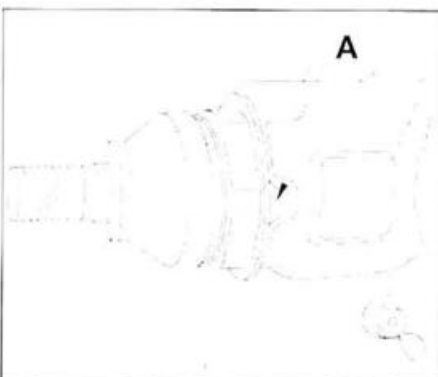

FIG. 17
- Montar la rótula de mangueta (2) y apretarla a $23 \pm 2,3$ daNm.
- Frenar la rótula en las muescas "A" de la mangueta (fig. 17).